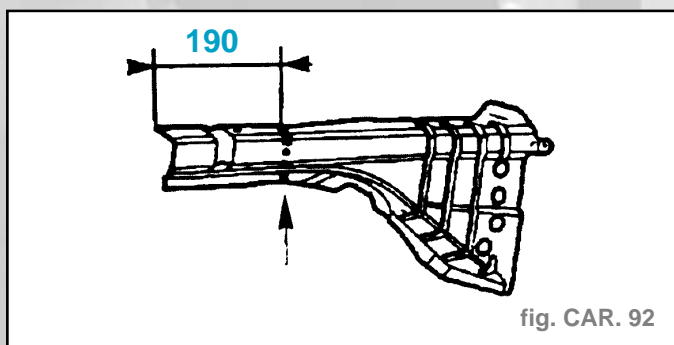

fig. CAR. 92
- Tracer puis découper à l'aide d'une scie (coupe définitive) (fig. CAR. 92).